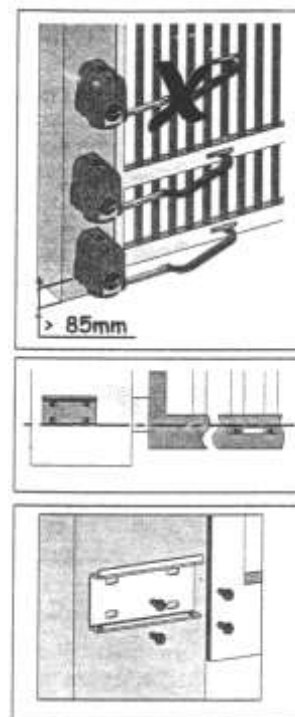

Рис. 8
- Крепление рычага должно производиться к ребру жесткости ворот рис. 8;
- Кронштейн крепления привода должен быть выровнен относительно переднего кронштейна рычага как показано на рис. 8;
- Установите кронштейн привода при помощи четырех винтов М8 или шпилек рис. 8. Проверьте его горизонтальность при помощи строительного уровня. Так как для защиты привода от влаги его крышка закрывает и кронштейн, крепление при помощи сварки возможно только нижней части кронштейна привода;